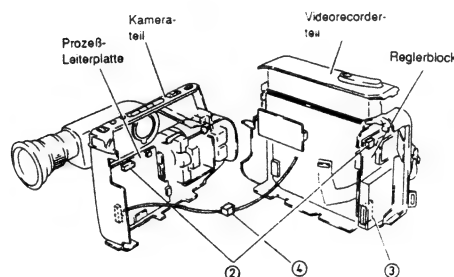

Abb. 2-23
- 2) Zwei (2) Stecker (CN515, CN903) auf dem Reglerblock und der Prozeß-Leiterplatte abtrennen (siehe Abb. 2-23).
- 3) Ein (1) Flachkabel (CN1216) von dem Reglerblock abtrennen.